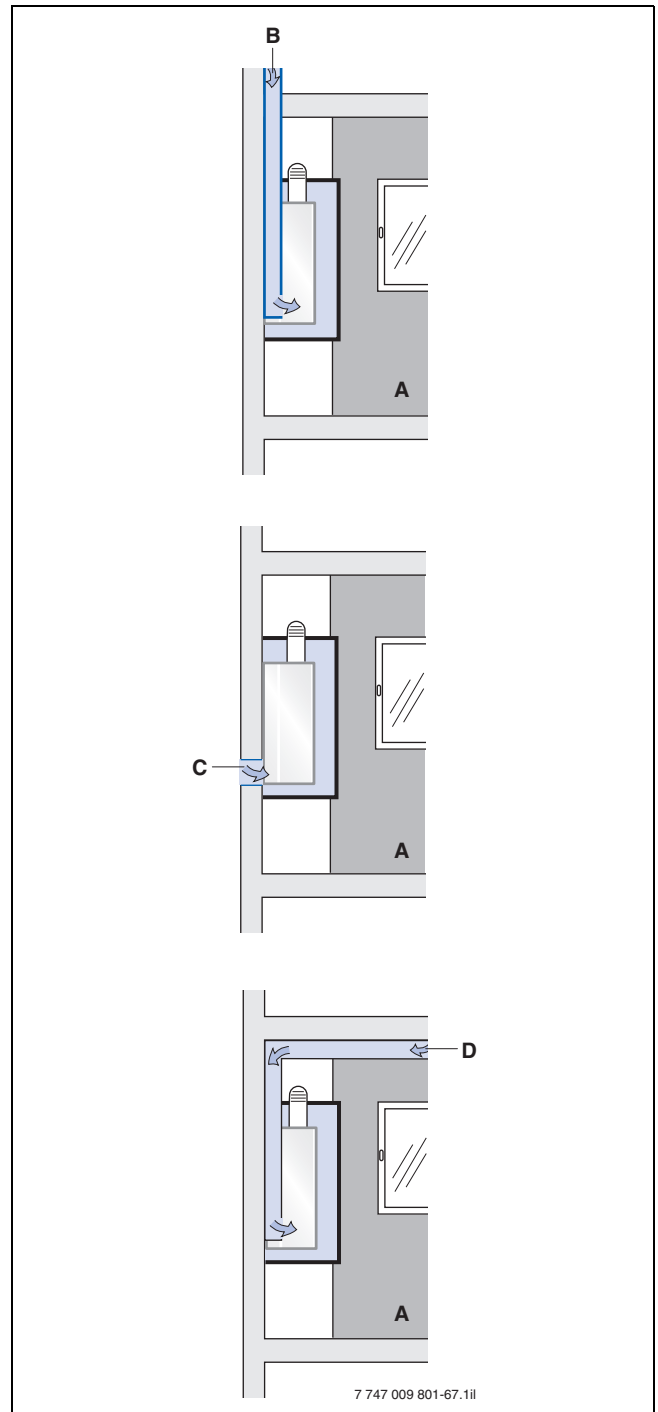

Bild 67 Verbrennungsluftversorgung über Öffnungen ins Freie bei Verkleidung des U154
Die Lösungsmöglichkeit 3 ist auch dann realisierbar, wenn die Verbrennungsluftleitung und das Gas-Heizgerät Logamax U154 vom Aufstellraum mit einer luftdichten Verkleidung abgetrennt sind (→ Bild 67).
- Das Innere der Verkleidung muss über eine ständige Verbindung ins Freie mit einem freien Querschnitt von mindestens 150 cm² verfügen (mögliche Verbindungswege → Bild 67).